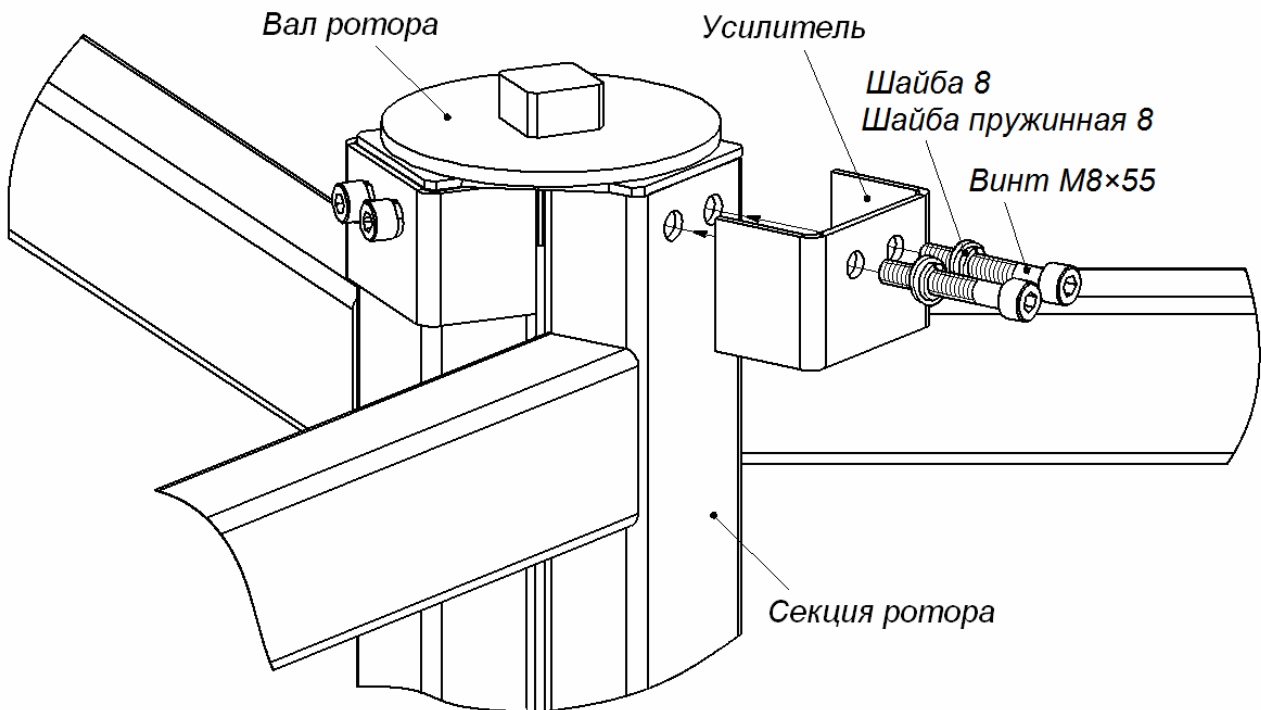

Рисунок 16. Схема усиления ротора
- в верхней части стандартной секции ротора установите усилительный элемент и закрепите секции с помощью болтов М8×55 с шайбами 8 и пружинными шайбами 8 (см. рис. 16);